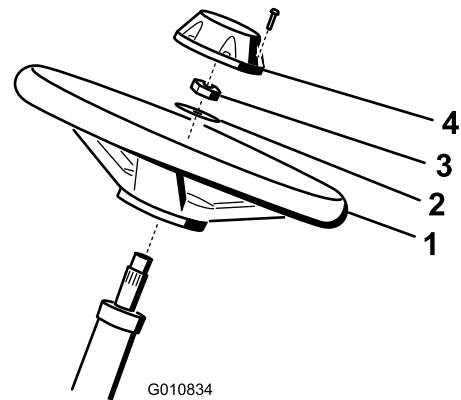

Figure 6
1. Glissez le volant sur l'arbre de direction (Figure 6).
2. Glissez la rondelle sur l'arbre de direction (Figure 6).
- Fixez le volant sur l'arbre au moyen d'un contre-écrou serré à un couple de 27 à 35 N·m (Figure 6).
- Montez le couvre-moyeu sur le volant et fixez-le avec 6 boulons (Figure 6).